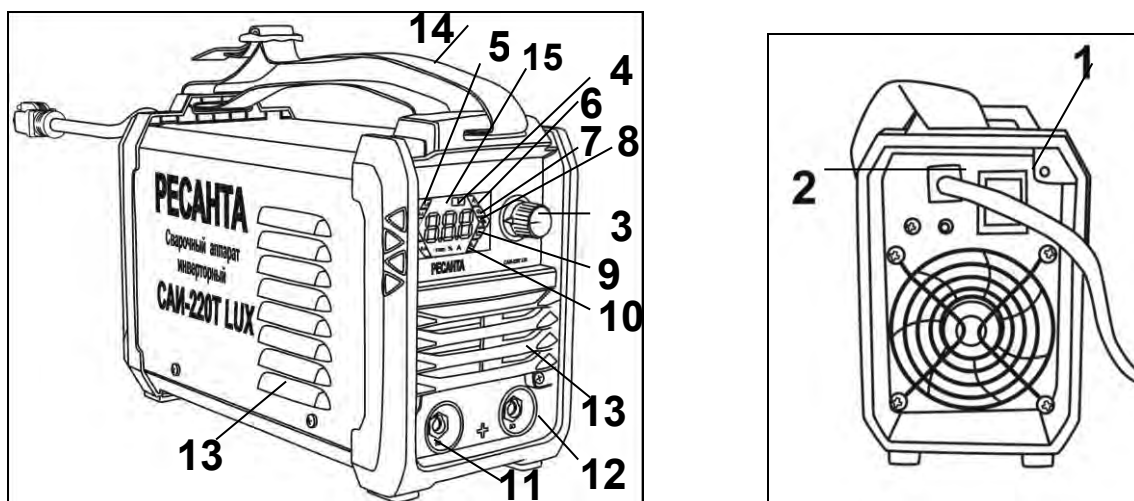
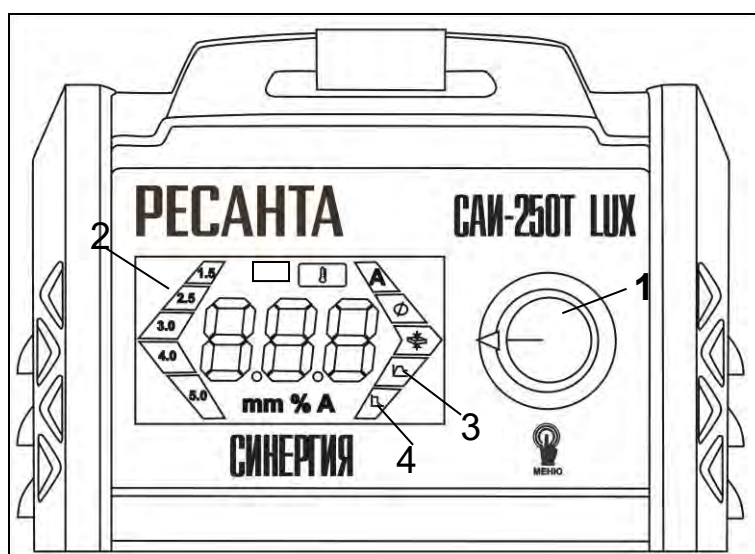

Рис. 1. Общий вид
Рис.2 Управление режимами/функциями ручной регулировкой
2. Регулировка сварочного тока осуществляется вращением регулятора 1(рис.1). При этом на дисплее будет отображаться рекомендуемый диаметр электрода 2(рис.2).
3.Регулировка параметров функции «Горячий старт» 3 (рис.2) осуществляется регулятором 1(рис.2). Регулировка осуществляется в диапазоне от 1 до 10, где каждая цифра означает увеличение тока в % («1» означает увеличение выставленного на дисплее тока на 10%, «2» - на 20%, ... «10» - означает увеличение выставленного тока на дисплее в 2 раза. При максимальном токе данный параметр увеличиваться не будет.
4.Регулировка параметров функции «Форсаж дуги» 4(рис.2) осуществляется регулятором 1(рис.2), регулируя величину форсажа дуги в диапазоне от 1 до 10, где каждая цифра означает увеличение тока в % («1» означает увеличение выставленного на дисплее тока на 10%, «2» - на 20%, ... «10» - означает увеличение выставленного тока на дисплее в 2 раза. При максимальном токе данный параметр увеличиваться не будет.
- После зажигания дуги старайтесь сохранять расстояние между рабочей поверхностью (Вашей деталью) и электродом приблизительно равное диаметру самого электрода примерно 3 – 5 мм. Необходимо соблюдать это расстояние постоянно во время сварки. Угол наклона электрода от вертикальной оси должен быть от 20° до 30° (Рис 6 (рис.2)).